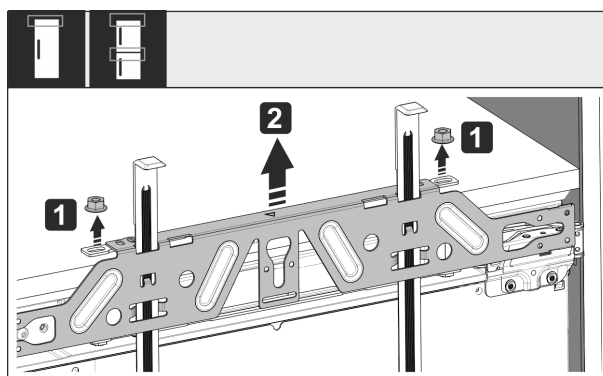

Fig. 54
- Ослабте контррайки Fig. 54 (1).
- Зніміть кріпильну поперечку Fig. 54 (2).